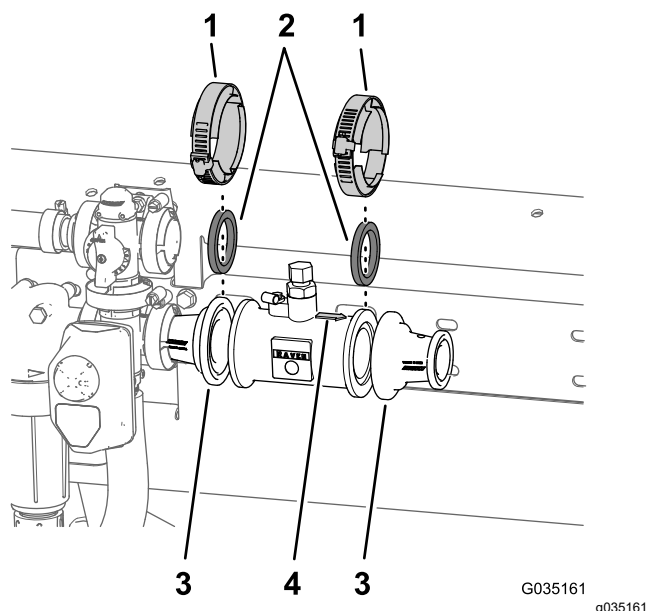

Figura 55
- B. Ensamble provisionalmente la junta, el caudalímetro y el adaptador reductor (Figura 55) con una de las abrazaderas de brida de 76 mm (3") que retiró en el paso 2A de Retirada del tubo de acoplamiento y el adaptador reductor \(página 21\).
- C. Alinee la junta (2¼") y el adaptador reductor que retiró en el paso 2C de Retirada del tubo de acoplamiento y el adaptador reductor \(página 21\) con el extremo del caudalímetro señalado por la flecha direccional (Figura 55).
- D. Ensamble la junta, el caudalímetro y el adaptador reductor (Figura 55) con una de las abrazaderas de brida de 76 mm (3") que retiró en el paso 2A de Retirada del tubo de acoplamiento y el adaptador reductor \(página 21\).
- A. Alinee la junta (2¼") que retiró en el paso 2 B de Retirada del tubo de acoplamiento y el adaptador reductor \(página 21\) entre el caudalímetro y el racor reductor que está instalado en el lado derecho de la válvula maestra de control (Figura 55).